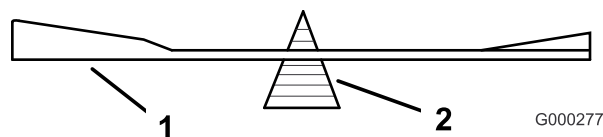
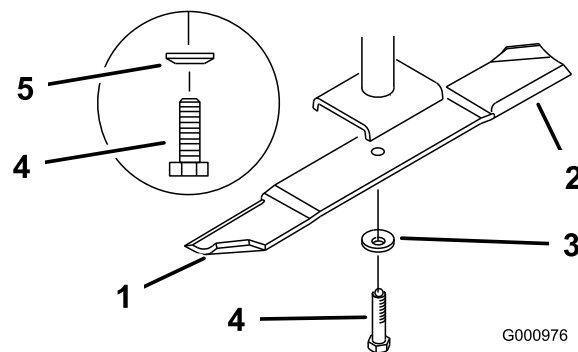

Figura 84
Figura 85
2. Togliete il bullone, il disco elastico e la lama dall'asse del fusello (Figura 85).
2. Controllate l'equilibrio della lama posizionandola su un bilanciatore (Figura 84). Se la lama rimane in posizione orizzontale, è bilanciata e può essere utilizzata. Se la lama non è bilanciata, limate del metallo soltanto dalla costa (Figura 85). Ripetete la procedura finché la lama non è perfettamente bilanciata.
1. Montate la lama sull'asse del fusello (Figura 85).
2. Montate il disco elastico e il bullone della lama. Il cono del disco elastico deve essere rivolto in verso la testa del bullone (Figura 85). Serrate il bullone della lama a 115–149 Nm.